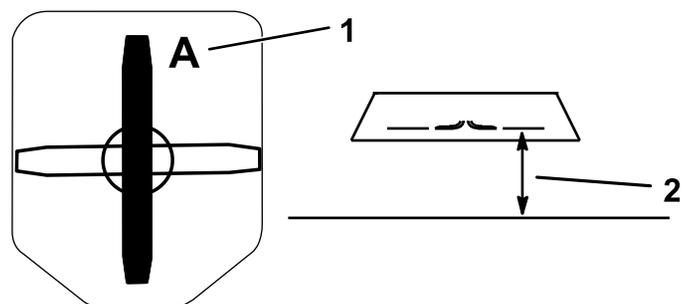

Bild 37
2. Messen Sie von einer ebenen Fläche bis zur Schnittkante (Position A) des Messers (Bild 37).